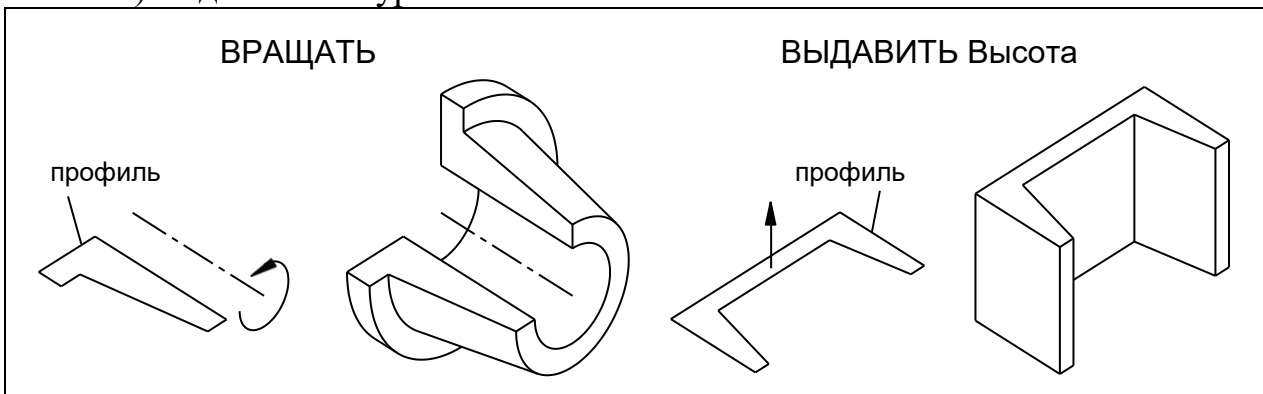

Рис. 2
**Тело вращения** (команда **ВРАЦАТЬ**) образуется путем поворота профиля вокруг заданной оси (рис. 2):
Ось вращения задается двумя точками, указанием координатной оси или выбором прямолинейного объекта. Вращение может быть выполнено как на полный оборот, так и на заданный угол (например на  $270^\circ$  – как на рис. 2).
**Тело выдавливания** (команда **ВЫДАВИТЬ**) образуется путем перемещения профиля на заданную высоту (см. рис. 2), либо по заданному направлению, либо по заданной траектории: